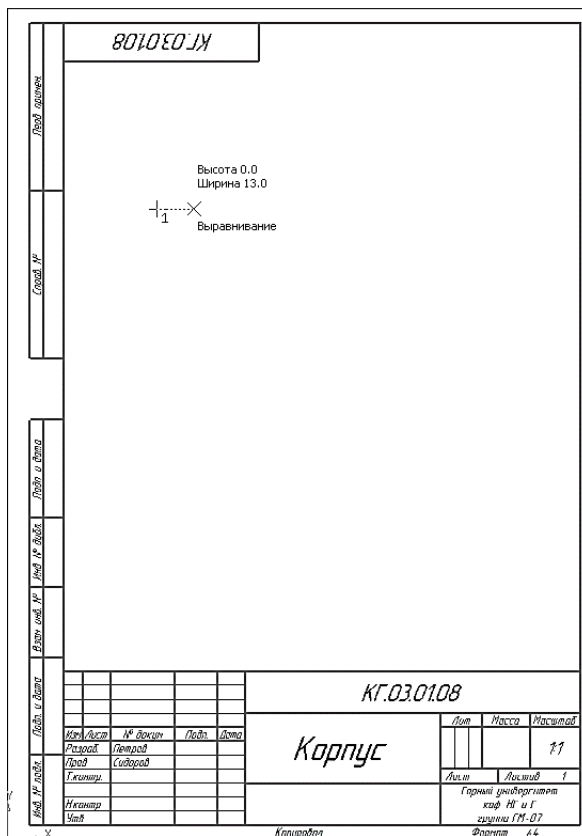

Рис. 94. Построение прямоугольника
4.1.2 Укажите точку на чертеже несколько левее и выше его центра. В любой момент изображение на чертеже можно передвинуть, поэтому сейчас точку можно указать «на глаз» (рис. 94).